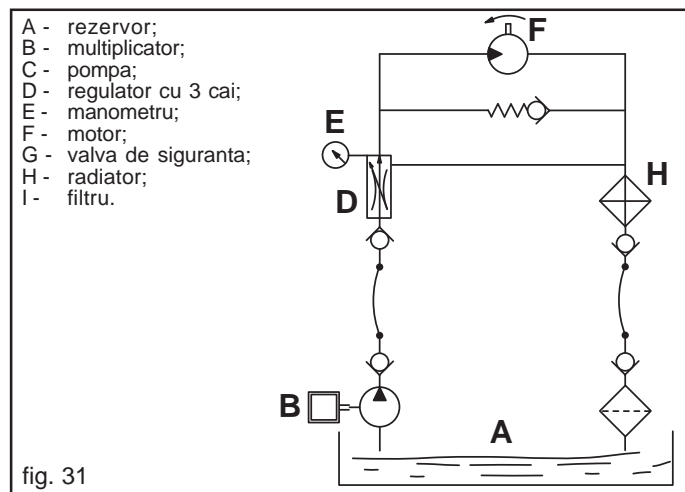

fig. 31
- Alimentarea uleiului: respectati datele din schema Fig. 31.